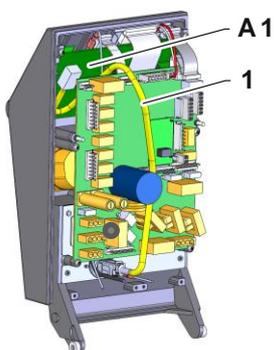

Fig. 3: Vue à l'intérieur de la façade
11. Tracer le câble Ethernet (marquage 1 → Fig. 3) du connecteur ZO selon Fig. 3 et connecter le à l'USR-51 (A1).